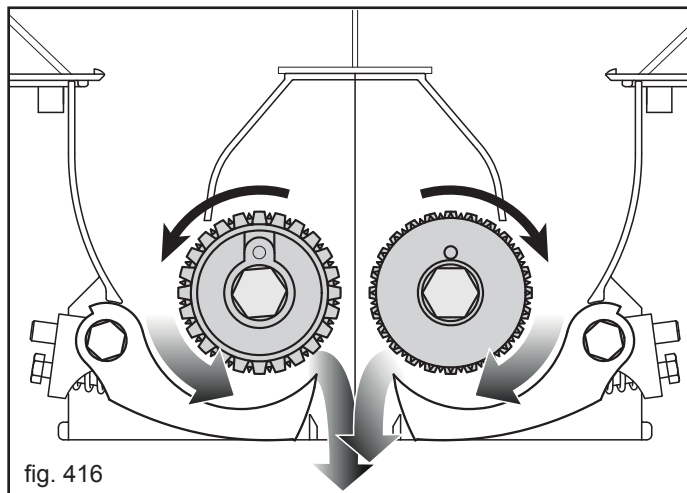

fig. 416
- 7) Pesar la cantidad de semilla recogida en las cubetas y multiplicarlo por 100 o por 40 según de las rotaciones efectuadas, el valor obtenido será igual a la cantidad en kilogramos distribuida por hectárea (Fig. 416).
Los dispositivos de dosificación para la distribución combinada semilla/fertilizante son de cámara doble (Fig. 416).